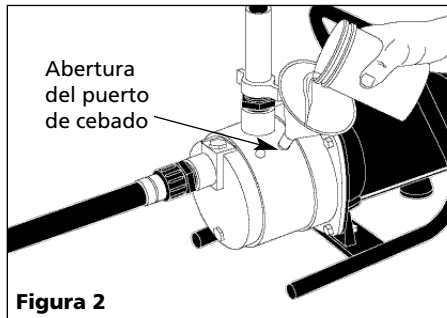

Figura 2
- Quite el puerto de cebado de la bomba y llene con agua. Vuelva a colocar el puerto de cebado en la bomba (vea la Figura 2). Para